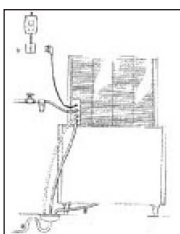

Fig 18.
10) Raccorder le tuyau d'alimentation d'eau fourni (3/4) entre la machine et le réseau d'eau potable. Nous conseillons de poser un robinet d'arrêt (non fourni) pour des motifs pratique et de sécurité. Il est possible de poser un filtre sur le réseau pour retenir toutes les impuretés. En cas d'eau particulièrement dure, c'est à dire riche en minéraux et calcaire, il est recommandé de prévoir un adoucisseur d'eau (TH mini 15) pour éviter l'entartrage prématuré de l'appareil (Fig 18)
11) Mettre en place sur la tête de production et le bac de stockage les évacuateur au moyen des deux tubes flexibles fournis. Pour une évacuation optimale, prévoir une pente minimale de 3% en prenant soin de ne pas provoquer d'étranglement ou siphon. Il convient de raccorder la tuyauterie dans un siphon ouvert. (Fig 18)